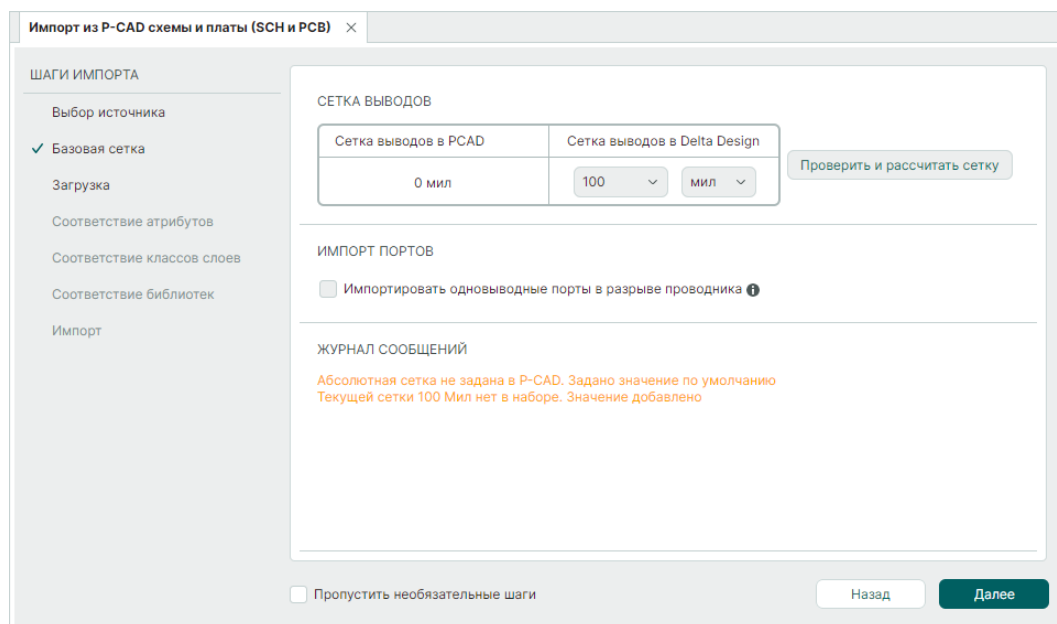

Рис. 33 Приведение к базовой сетке
3. На этапе «Базовая сетка» происходит проверка и сопоставление шага сетки выводов схемы P-CAD с шагом сетки выводов Delta Design, см. Рис. 33.